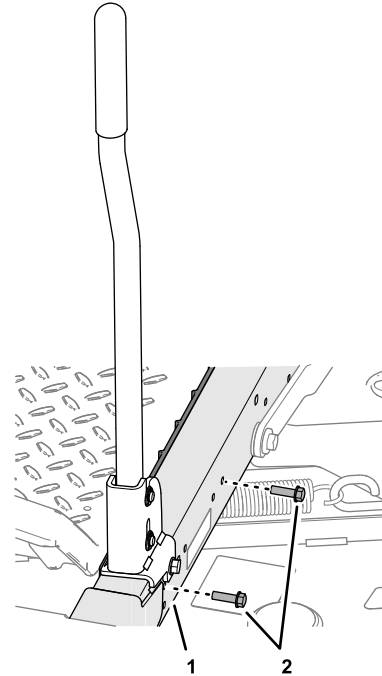

**Bild 12**
1. Richten Sie an der Unterseite der Maschine die Schienenabdeckung an der linken Rahmenschiene aus, drehen Sie die in Richtung der Rahmenschiene und schieben Sie die Abdeckung nach hinten, bis die Lasche vollständig in der Nut in der Querstrebe des Rahmens sitzt (Bild 12).